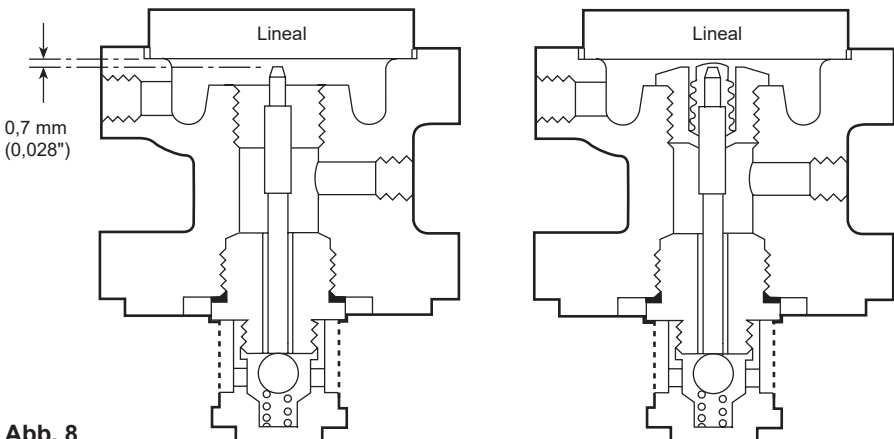

Abb. 8
2. Lösen Sie die Kontermutter (2), und drehen Sie die Einstellschraube (1) gegen den Uhrzeigersinn, bis die Feder entspannt ist.
3. Schieben Sie die Vorsteckscheibe (3) unter der Kontermutter heraus, und entfernen Sie die Abdeckung (12).
4. Entfernen Sie die Feder (6) und die obere Federplatte (5).
5. Lösen Sie die vier M10-Muttern (8), und entfernen Sie das Federgehäuse (4), die untere Federplatte (7) sowie die Membranen (9).
7. Lösen Sie die Muttern (21), und entfernen Sie das Steuerventilgehäuse (10). Dabei ist darauf zu achten, dass die Hauptventilfeder (16) noch korrekt auf dem Hauptventil (17) positioniert ist.
8. Schrauben Sie die Steuerventil-Baugruppe (13), zu der auch das interne Schmutzfängersieb (14) gehört, mit einem 27-mm-Steckschlüssel ab, und entfernen Sie auch den Stößel (11).
9. Schrauben Sie die Balgdichtungs-Baugruppe (31) mit einem 24-mm-Steckschlüssel ab. Bei Bedarf kann diese Balgdichtungs-Baugruppe ausgetauscht werden.
10. Schrauben Sie die neue Steuerventil-Baugruppe (13) bei noch entfernter Balgdichtung ein, und ziehen Sie sie mit einem Drehmoment von 115 Nm fest.
11. Setzen Sie den Stößel (11) von oben ein, und kontrollieren Sie, ob zwischen der Oberseite des Stößels und einem Lineal, das quer über die Membranaussparung gelegt wird, ein Spalt von 0,7 mm vorhanden ist (siehe Abbildung 8).
13. Prüfen Sie erneut mit einem Lineal, ob zwischen dem Lineal und der Oberseite des Faltenbalgs ein leichtes Spiel besteht, indem Sie die Oberseite des Faltenbalgs leicht auf die Oberseite des Stößels drücken (siehe Abbildung 8).
14. Vergewissern Sie sich vor dem Wiederzusammenbau des Ventils, dass die Dichtungsflächen von Steuerventilblock und Gehäuse sauber sind und dass die Hauptventil-Rückstellfeder (16) richtig auf dem Hauptventilkopf positioniert ist.
15. Setzen Sie die neue Dichtung (15) ein, und befestigen Sie die Steuerventilblock-Baugruppe mit den Muttern (11) am Gehäuse. Ziehen Sie diese Muttern mit dem in Tabelle 1 auf Seite 20 angegebenen Drehmoment an.
17. Setzen Sie die beiden Membranen (9) wieder ein, und achten Sie darauf, dass sie in der gleichen Richtung wie zuvor eingebaut werden und alle Kontaktflächen sauber sind. Bei Bedarf können zwei neue Membranen eingebaut werden.
18. Bringen Sie die untere Federplatte (7) in Position, befestigen Sie das Federgehäuse mit den vier M10-Muttern (8), und ziehen Sie diese mit einem Drehmoment von 50 Nm an.
19. Setzen Sie die Feder (6) und die untere Federplatte (5) wieder ein, indem Sie die Einstellschraube (1) drehen, bis sie gerade eben auf der oberen Federplatte sitzt. Bringen Sie die Abdeckung (12) und die Vorsteckscheibe (3) wieder an.